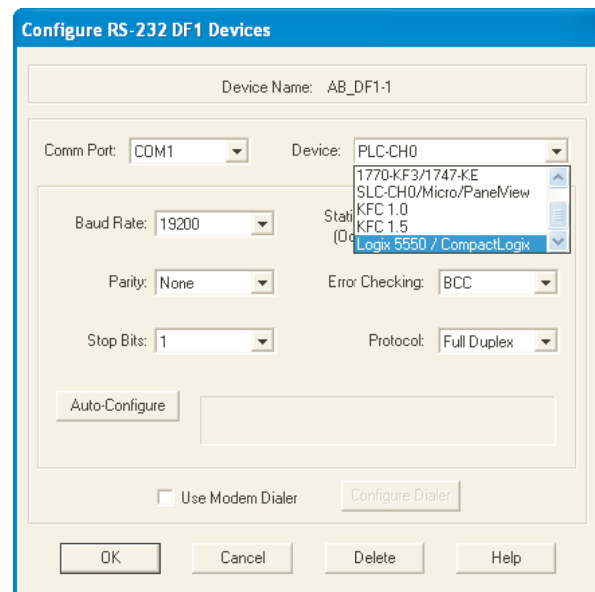

Abbildung 4.3.21e RS-232 DF1 Geräte konfigurieren
3. Klicken Sie auf 'Add New' und geben Sie einen passenden Treibernamen in das Pop-up Fenster ein. Bestätigen Sie mit 'OK'. Das 'Configure RS-232 DF1 devices' Fenster öffnet sich (Abbildung 4.3.21e).